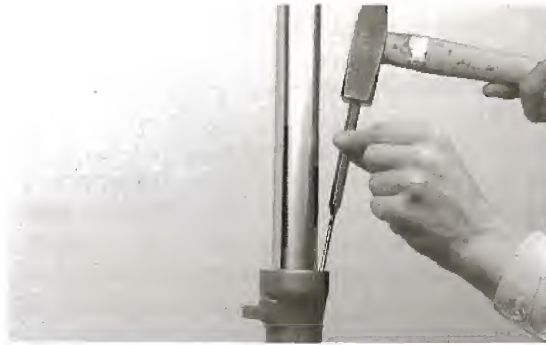

Bild 168
- Dämpferstange mit Rückprallfeder von oben durch Standrohr durchstecken und Öldichtstück ③ auf Ende der Dämpferstange aufsetzen.
- Buchse zusammen mit Stützring mit passendem Rohrmaterial oder schrittweise über Kreuz mit langem Dorn eintreiben (Bild 168). Vorsicht, Standrohr nicht mit Dorn zerschrammen!